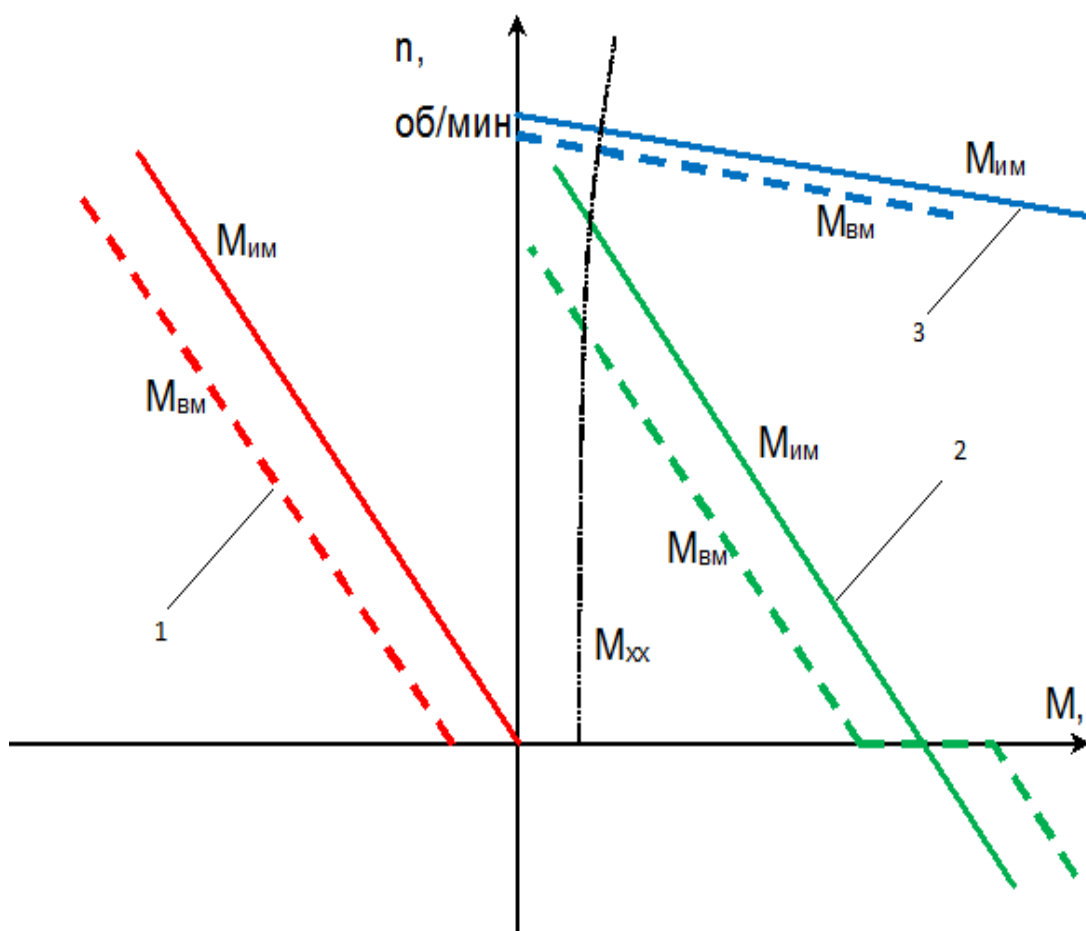

Рисунок 7 – Вид механических характеристик: естественной, искусственной и в режиме динамического торможения
- снятие искусственной механической характеристики с $R_{а.доб.}$ (эксперимент провести при заданных значениях тормозных сопротивлений $R_{а.доб.}$). Собрать на стенде схему, представленную на рисунке 5, снять необходимые показания и занести их в таблицу 6, построить соответствующие характеристики (рисунок 7);
- снятие механической характеристики в режиме динамического торможения. Собрать на стенде схему, представленную на рисунке 6, снять необходимые показания и занести их в таблицу 7, построить соответствующие характеристики (рисунок 7);